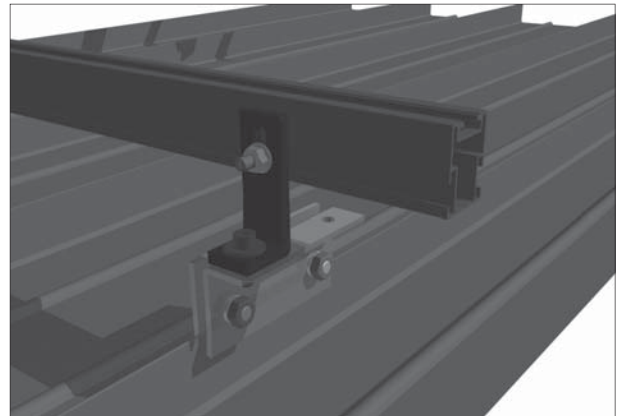

Bild 4.3-2
- Den mitgelieferten Winkel mit Schraube, Unterlegscheibe, Sicherungsscheibe und Mutter an der Klemme befestigen (Anzugsdrehmoment 20 Nm) siehe Bild 4.3-2.